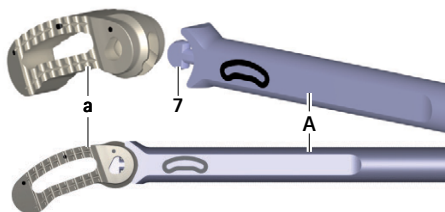

Abb. 7 Implantat an Einsetzinstrument koppeln
- Implantat a in Schutzverpackung auf Zweiflach 7 des Einsetzinstrumentes A stecken, siehe Abb. 7. Dabei auf Ausrichtung des Implantats achten (Orientierung anhand der Beschriftung am Einsetzinstrument).
- ▶ Einsetzinstrument **A** in situ an Implantat **a** koppeln, siehe Abb. 7.